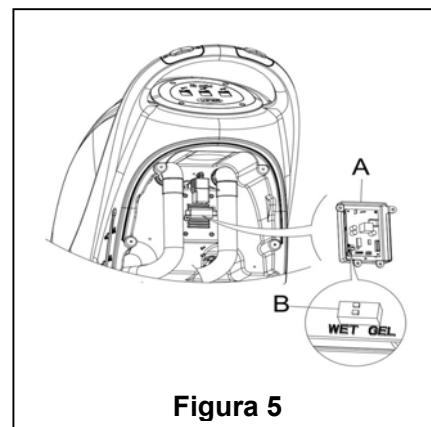

Figura 5
2. Retire a mangueira de drenagem (15).
4. Retire a protecção do controlo (5), e os parafusos da tampa da bateria (10). Retire os parafusos do suporte PCB. O interruptor DIP (B) para a definição do modelo da bateria pode ser encontrado quando virar a placa PCB. (Ver **Figura 5**).
5. Ajuste o micro interruptor DIP (B) para a posição “WET”.